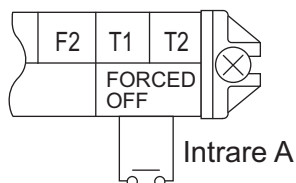

Fig. 32
(1) Specificații de cablu și cum se instalează cablajul (Consultați Fig. 32)